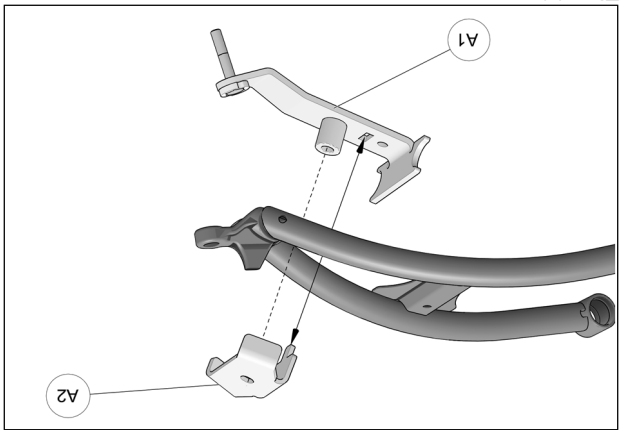

Fig. 11
5. Positionner la partie inférieure de l'ancrage anti-rotation (A1) sous le bras de suspension inférieur. Positionner la partie supérieure (A2) au-dessus du bras de suspension de façon à ce que le tenon de la partie supérieure s'insère dans le trou rectangulaire de la partie inférieure. Voir la Fig. 11